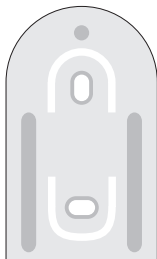

Figure 2
- Placez le support mural avec la face arrondie vers le haut à la verticale du mur, voir fig. 2.